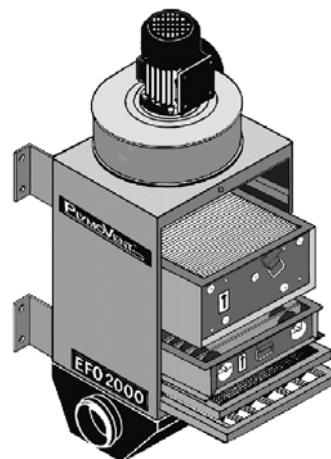

Рис. 8.4
**Примечание.** Стрелки на осадительной и ионизационной кассетах показывают правильное положение установки. Стрелки должны быть направлены вверх (см. рис. 8.4).